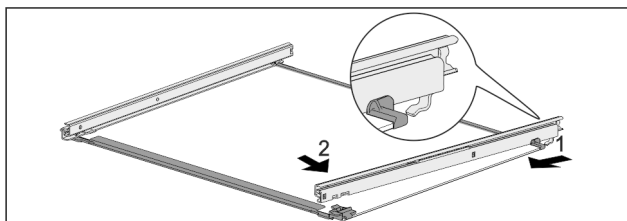

Fig. 105 Płyta szklana z szynami
- ▶ Zaczepić szynę z tyłu. Fig. 105 (1)
- ▶ Zazębnić szynę z przodu. Fig. 105 (2)